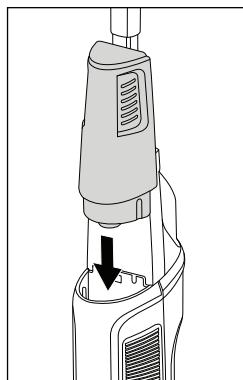

Fig. 11
- ◆ Dé la vuelta al depósito de agua limpia 11 y vuelva a colocarlo en el inserto superior de la parte delantera del aparato (consulte la fig. 11).